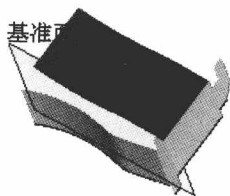
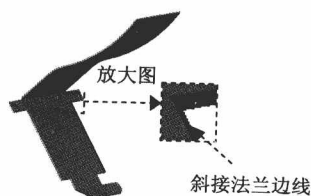
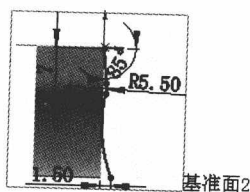

图 1.13 斜接法兰 2
图 1.14 斜接法兰边线
图 1.15 横断面草图
Step5. 创建图 1.13 所示的钣金特征——斜接法兰 2。
(1) 选择命令。选择下拉菜单    命令(或单击“钣金”工具栏上的“斜接法兰”按钮 )。
(2) 定义法兰边线。选取图 1.14 所示的边线为斜接法兰边线。
(3) 定义特征的横断面草图。
① 定义横断面草图。在草图环境中绘制图 1.15 所示的横断面草图。
② 选择下拉菜单   命令，退出草图环境，此时系统弹出“斜接法兰”对话框。
(4) 定义斜接法兰参数。定义法兰位置：在  区域中，单击“折弯在外”按钮 。其他采用默认设置值。
(5) 单击  按钮，完成斜接法兰 2 的创建。